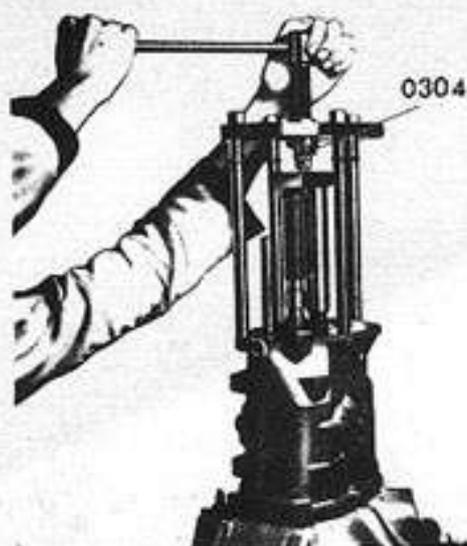

Fig. 16 - Separando la carcasa del conjunto del eje secundario y quíntuple
21. Con la herramienta N° 0304 separar la carcasa de la caja de velocidades del conjunto del eje secundario y quíntuple (Fig. 16)